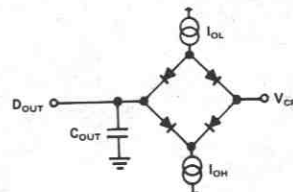

図4. バス・タイミング測定用負荷回路
2. OE/EOCENの立下がりエッジ (0.8V) から、データ・ライン/EOCが2.0Vまたは0.8Vを交差するまでの時間を測定。図4を参照ください。 $C_{OUT} = 100\text{pF}$ です。
3. OE/EOCENの立下がりエッジ (2.0V) から、出力電圧が0.5V変化するまでの時間を測定。図4を参照ください。 $C_{OUT} = 10\text{pF}$ です。